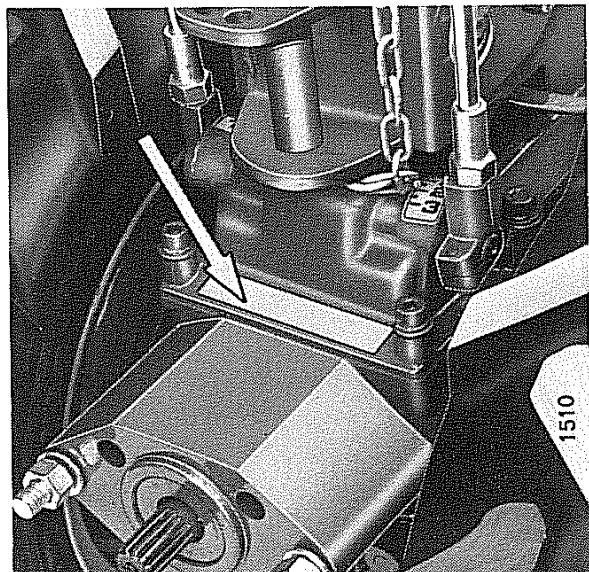

Fig. 36 - Identificazione motocoltivatore
**N.B. -** La sigla del modello, la serie e il numero del motocoltivatore si trovano stampigliati sull'apposita targhetta metallica oppure nel punto indicato dalla freccia in fig. 36.